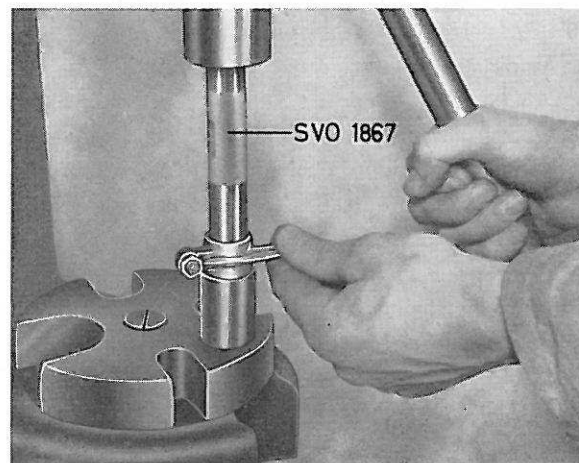

Figure 35. Remplacement des bagues de culbuteurs
1. Si l'usure atteint 0,1 mm, la bague de culbuteur doit être remplacée. Se servir du mandrin 1867 pour le démontage comme pour le remontage de la bague, figure 35. Aléser ensuite la bague en se servant d'un alésoir approprié, jusqu'à obtenir un ajustement correct sur l'axe de culbuteur. Le trou de la bague doit se trouver juste en face de celui du culbuteur.